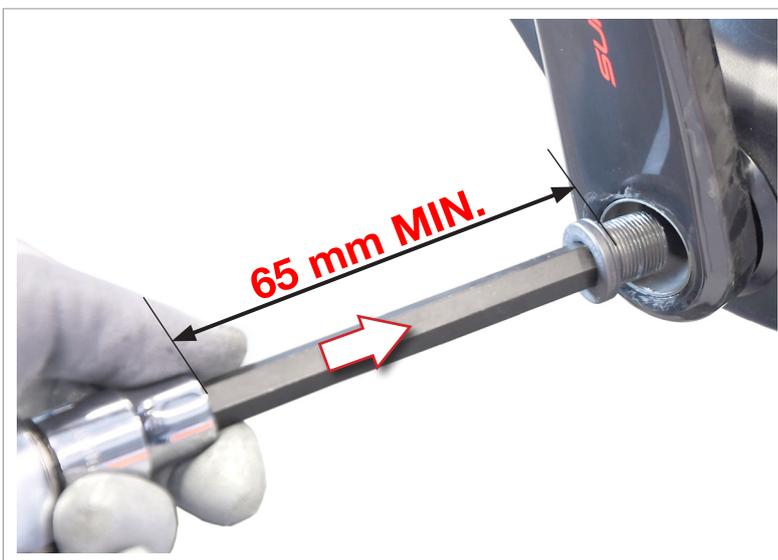

Fig.5
- Utilizando la herramienta Campagnolo® UT-BB110 o un inserto hexagonal adecuado de 10 mm y longitud de 65 mm como mínimo, introducir el tornillo de fijación (Fig. 5) en el semieje de la biela izquierda hasta que atraviese el orificio en el extremo interno del mismo semieje y alcance la rosca del semieje de la biela derecha.